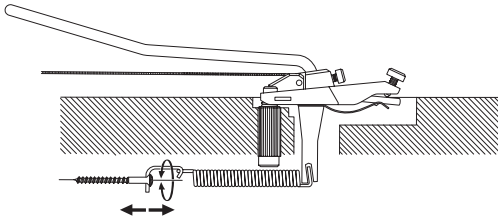
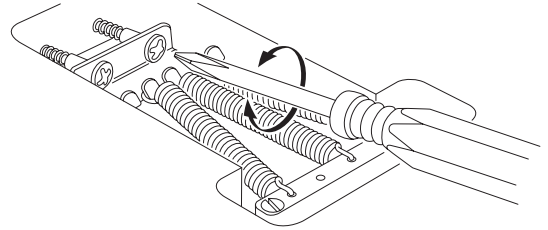

Fig. 32
Fig. 33
A locking tremolo unit is normally used in a "floating state" that allows the arm to be operated in both the downward and upward directions. The tremolo unit will operate optimally when the tension of the strings balances the tension of the tremolo springs installed inside the guitar body so that the tremolo unit is parallel with the guitar body (Fig. 32).
With the guitar tuned accurately, use a Philips (+) screwdriver to turn the tremolo spring hook screws (Fig. 33) located on the back of the guitar body. If the tremolo unit is tilted forward toward the neck, the tremolo springs are not tight enough; turn the screws clockwise to tighten the springs. Conversely, if the tremolo unit is tilted backward away from the neck, the tremolo springs are too tight; turn the screws counter-clockwise to loosen the springs.
Um eine optimale Stimmstabilität zu erzielen, sollte das Tremolo parallel zur Gitarrendecke stehen. Das Tremolo arbeitet dann optimal, wenn die Spannung der Saiten durch die Spannung der Tremolofedern im Inneren des Korpus vollständig kompensiert wird, so dass die Tremoloeinheit freischwebend parallel zur Oberfläche des Korpus steht. (Abbildung 32).
1. Öffnen Sie die Abdeckung der Federkammer mit einem Kreuzschlitzschraubendreher an der Rückseite der Gitarre (Abbildung 33).
Une unité de vibrato à verrouillage est normalement utilisée à « l'état flottant » ce qui permet d'utiliser la tige à la fois vers le bas et vers le haut. L'unité du vibrato est au maximum de ses performances lorsque la tension des cordes est équilibrée par rapport à la tension des ressorts installés à l'intérieur de la caisse de la guitare et que l'unité de vibrato est parallèle à la caisse de la guitare (Fig. 32). Une fois la guitare correctement accordée, réglez les vis d'accrochage des ressorts de vibrato (Fig. 33) situés à l'arrière de la caisse de la guitare avec un tournevis cruciforme. Si le vibrato est incliné en avant, vers le manche de la guitare, cela signifie que les ressorts de vibrato ne sont pas assez serrés, tournez les vis dans le sens des aiguilles d'une montre pour resserrer les ressorts. A l'inverse, si le vibrato est incliné vers l'arrière, les ressorts sont trop serrés, tournez les vis dans le sens inverse des aiguilles d'une montre pour détendre les ressorts.
La unidad del trémolo de bloqueo se utiliza generalmente de "forma flotante" lo que permite a la palanca ser accionada tanto hacia abajo como hacia arriba. La unidad del trémolo funcionará de forma óptima cuando la tensión de las cuerdas se equilibre con la tensión de los muelles del trémolo instalados en el interior del cuerpo de la guitarra, de forma que la unidad del trémolo quede paralela al cuerpo de la guitarra (Fig.32). Una vez afinada la guitarra con precisión, utilice un destornillado Philips (+) para girar los tornillos de enganche de los muelle del trémolo (Fig.33) situados en la parte posterior del cuerpo de la guitarra. Si la unidad del trémolo está inclinada hacia adelante en dirección al mástil, los muelles del trémolo no estarán suficientemente apretados; gire los tornillos hacia la derecha para apretar los muelles. De forma inversa, si la unidad del trémolo está inclinada hacia atrás en dirección contraria al mástil, los muelles del trémolo estarán demasiado apretados; gire los tornillos hacia la izquierda para aflojar los muelles.
Un ponte tremolo è di norma settato in modo flottante affinché la leva tremolo possa essere utilizzata nelle due direzioni (verso l'alto e verso il basso). Il ponte tremolo funziona in modo ottimale quando la tensione delle corde equilibra la tensione delle molle tremolo dietro al corpo della chitarra, cosicché l'unità tremolo risulta parallela al corpo della chitarra (fig. 32).
Con la chitarra accordata con precisione, avvalersi di un cacciavite a testa Philips (+) per girare le viti dei ganci delle molle tremolo (fig. 33) situate sul retro del corpo della chitarra. Se l'unità tremolo è inclinata in avanti verso il manico della chitarra, le molle non sono serrate a sufficienza; girare le viti verso destra per serrare le molle. Invece, se l'unità tremolo è inclinata all'indietro lontano dal manico, le molle sono troppo serrate; girare le viti verso sinistra per allentare le molle.
ロッキングトレモロは通常、アームダウン、アップの両方向が行えるフローティングの状態で使用します。弦の張力と、ギターボディ裏側に装備されたトレモロスプリングの張力の釣り合いで、トレモロ本体がおおよそギターボディと平行(Fig.32)な状態に調整することで最適なアーミングが行えます。
正確にチューニングした状態で、ギターボディ裏にあるトレモロスプリングフックのスクリュー(Fig.33)を(+)ドライバーで回します。トレモロが、ネック側に対して前方へ傾きすぎている場合は、トレモロスプリングの力が弱いため、スクリューを時計方向に回してスプリングを張ります。反対に、トレモロがネック側に対して後方へ傾きすぎている場合は、スプリングの力が強すぎますので、スクリューを反時計方向に回してスプリングを緩めます。